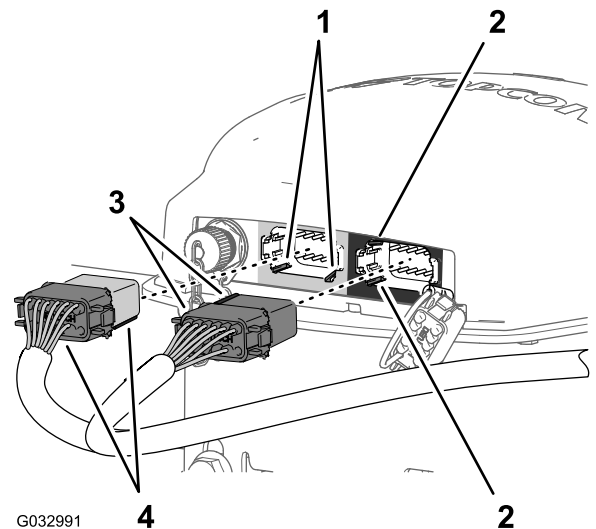

图 167
3. 将数据线束的灰色和黑色 12 插槽接头较长一侧上的 2 个定位键与导航接收器左侧灰色 12 针接头的左侧、垂直外壁上的 2 个键槽对齐图 167。
- 将数据线束的灰色和黑色 12 插槽接头接入导航接收器的左侧灰色 12 针接头直至接头锁牢固卡在一起图 167。
- 将数据线束的黑色 12 插槽接头较短一侧上的 2 个定位键与导航接收器右侧黑色 12 针接头的左侧、垂直外壁上的 2 个键槽对齐图 167。
- 仅将数据线束的黑色 12 插槽接头接入导航接收器的左侧黑色 12 针接头直至接头锁牢固卡在一起图 167。